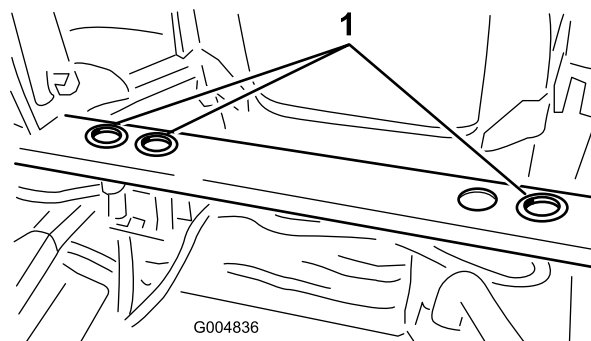

Figura 7
- Instale pasamuros de goma en los tres orificios del soporte del bastidor trasero, según se muestra en Figura 7.